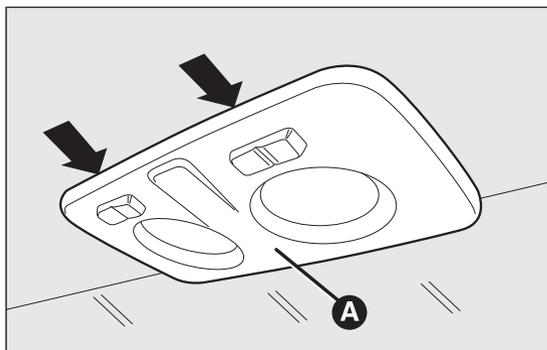
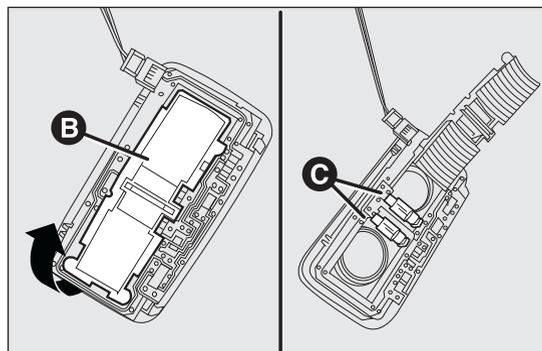

fig. 150
fig. 151
- presionar en los puntos indicados por las flechas y quitar el plafón A fig. 150;
- abrir la tapa de protección B fig. 151;
- volver a cerrar la tapa B fig. 151 y fijar el plafón A fig. 150 en su alojamiento asegurándose de que queda bloqueado correctamente.